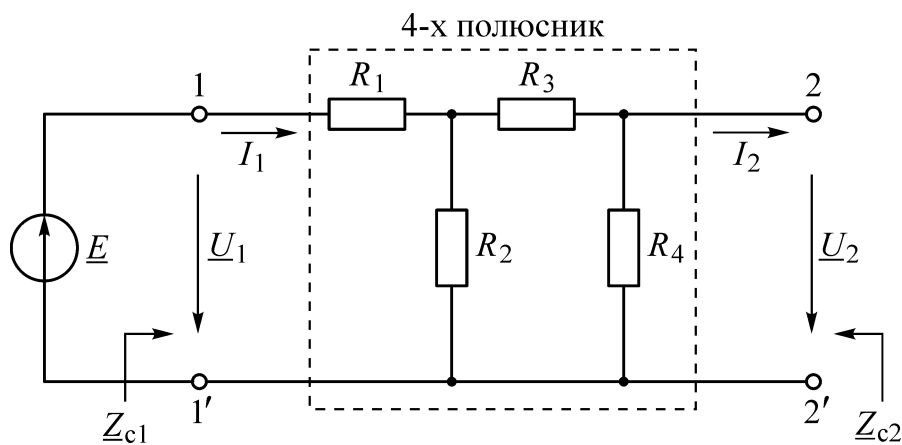

Рисунок 1.1 – Исследуемая схема четырехполюсника
3.1. Исследовать схему пассивного резистивного четырехполюсника (рисунок 1.1).
Параметры A_{11} и A_{21} можно определить в режиме ХХ (рисунок 1.1), зная заданное напряжение $\underline{U}_1$ на входных (1-1') и рассчитав напряжение $\underline{U}_2$ на выходных зажимах (2-2') четырехполюсника, а также входной ток $\underline{I}_1$
Параметры $\underline{A}_{12}$ и $\underline{A}_{22}$ можно определить в режиме КЗ. Для этого замкнуть зажимы 2-2' (рисунок 1.1) проводом и рассчитать напряжение на входе $\underline{U}_1$ (точки 1-1') ток $\underline{I}_1$ (на входе) и ток $\underline{I}_2$ (на выходе). Результаты измерений также записываются в таблицу 1.1. В результате в режиме КЗ определяются параметры $\underline{A}_{12}$ и $\underline{A}_{22}$: